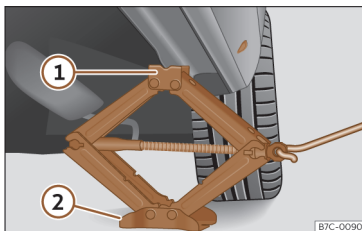

Fig. 215 Longarina: colocação do macaco do veículo.
- Rode a manivela do macaco, colocado por baixo do ponto de apoio da longa-ri- na, para levantá-lo até que o ressalto ① >>> Fig. 215 se encontre por baixo do alojamento previsto.
- Alinhe o macaco de forma a que a patilha ① «encaixe» no alojamento previsto da longa-ri- na e que a placa base móvel ② fique apoiada no chão. A placa base ② deve ficar colocada na vertical relativamente ao ponto de apoio ①.